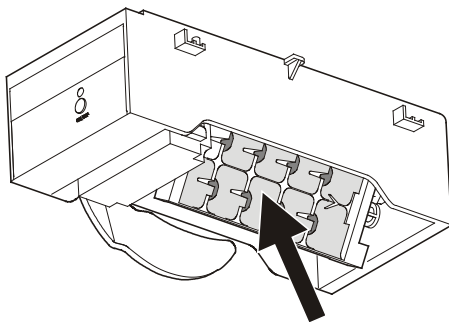

Figure 21
- Après cela, vider le bac à glaçons (**Figure 21**). Se référer au chapitre « Fabrique à glaçons en mode Vacances ».
En cas de vacances prolongées, le bac à glaçons (flèche sur la **Figure 21**) doit être vidé.
Quand la température intérieure apparaît à l'écran, le bac est retourné (**Figure 21**) et la fabrique à glaçons s'éteint automatiquement.